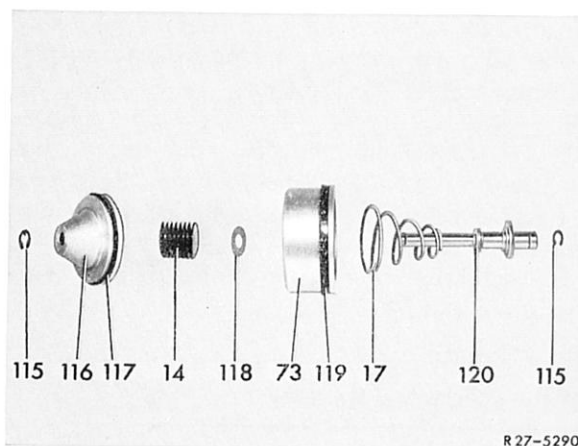

Bild 27-11/49
5 Sicherungsring (115) in der Nut von der Verbindungsstange (120) einsetzen. Verbindungsstange mit Kegelstumpffeder (17) in den Bremsbandkolben (73) einf  hren. Anlaufscheibe (118) mit Tellerfedern (14) aufschieben. Lippendichtring (117), wenn notwendig, vorher erneuern. Kolben (116) in den Bremsbandkolben B 3 (73) einsetzen und mit dem Sicherungsring (115) sichern (Bild 27-11/49).